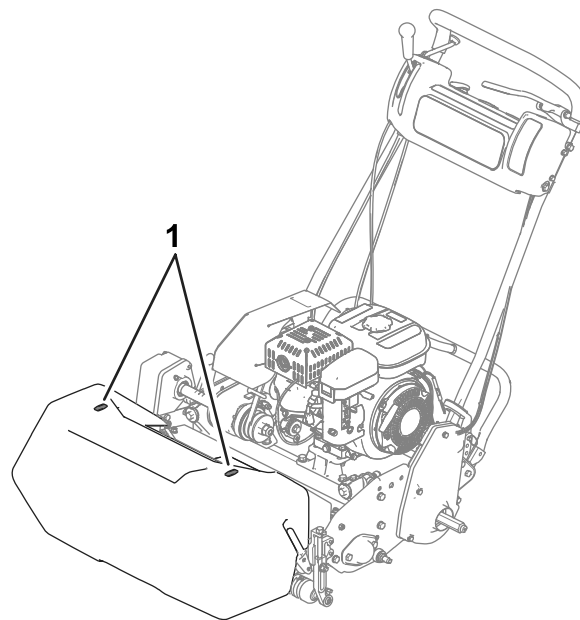

Figura 20
- Per realizzare una linea retta attraverso il green e mantenere la macchina equidistante dal bordo del taglio precedente, usate le strisce di allineamento previste sul cesto (Figura 20).